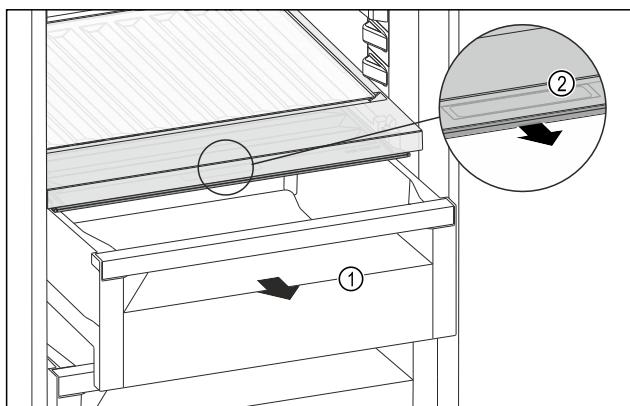

Fig. 118
- Извлеките выдвижной ящик Fig. 118 (1).
- Возьмитесь за утопленную ручку Fig. 118 (2) на крышке отделения и одновременно потяните крышку отделения вперед.